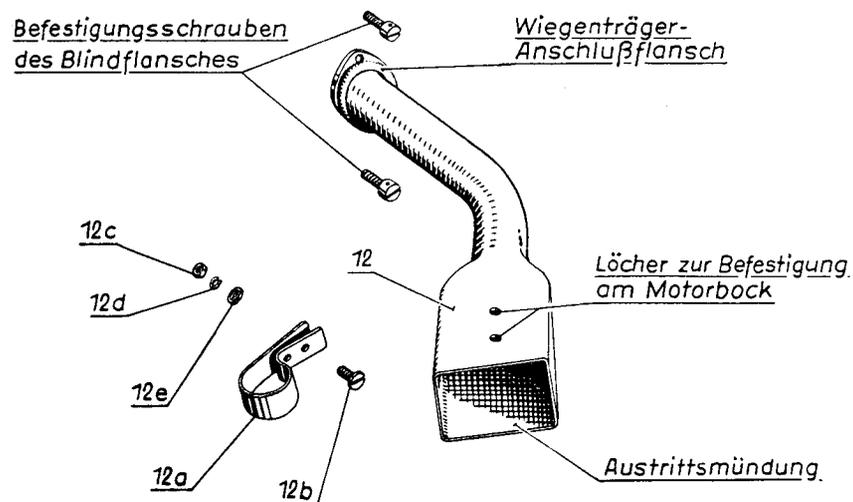

Abb. 7: Entlüftungrohr mit Zubehör.
**Bauweise und Zweck:** Der Wiegenträger (11 a) schließt auf seiner Vorderseite mit dem 6-Schraubenflansch (zum Anschließen an den Motor) ab, dessen Schrauben und Befestigungsteile zum Motorzubehör gehören. Sein rückwärtiges Ende ist als hintere MG-Lagerung ausgebildet, deren Hauptelemente zwei kugelige Schalenhälften mit Verstellerschrauben und Bundmuttern sind. Am Schaft des Wiegenträgers ist eine selbsttätig einschnappende Sicherung für das Schutzrohr (11 e) vorgesehen, ferner — nach links oben gerichtet — der ovale Anschlußflansch für das Entlüftungsrohr (12, siehe Abb. 7) mit den zugehörigen Befestigungselementen.